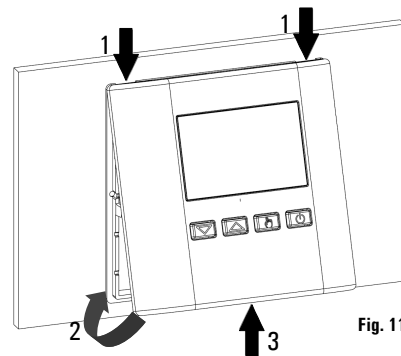

Fig. 11
- Refermer le boîtier et repousser vers l'intérieur avec un doigt la languette en plastique située sur le côté gauche de la base (indiquée par une flèche Fig. 11) et exercer une pression pour introduire l'extrémité de celle-ci dans le trou prévu à cet effet.